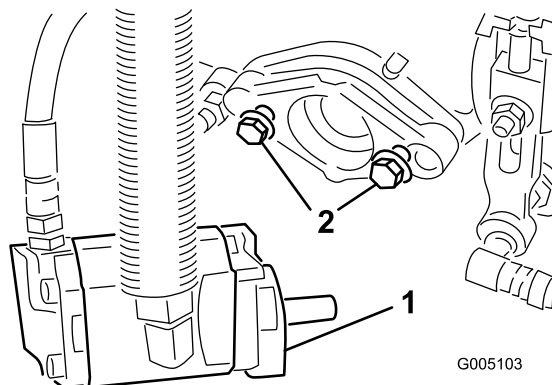

Figure 10
7. Installez les boulons de fixation du moteur d'entraînement des cylindres sur chaque plateau de coupe. Laissez dépasser environ 13 mm de filetage sur chaque boulon de fixation (Figure 10).
11. Resserrez les boulons de fixation (Figure 10).